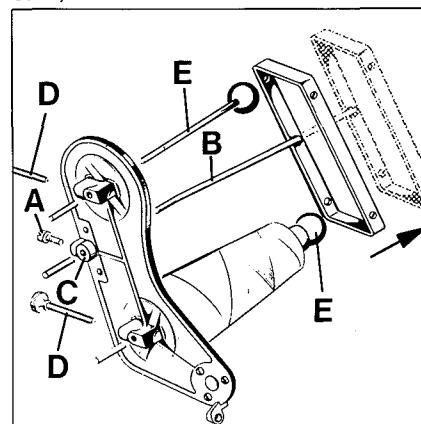

Fig.3
Loosen screw (A, Fig. 3) and set thread rod (B) so that its lower end is flush with the underside of thread cone support (C). Retighten screw (A).
Lösen Sie die Schraube (A, Fig.3) und stellen Sie die Fadenstange (B) so, daß ihr unteres Ende mit der Unterseite des Garnrollenträgers (C) bündig ist. Ziehen Sie die Schraube (A) wieder an.
Loosen thumb screw(s) (D, Fig.3) in the thread cone support, pull out the spool pin(s) (E) and remove the empty thread cone(s).
Lösen Sie die Rändelschraube(n) (D, Fig.3) im Garnrollenträger, ziehen Sie den (die Spulenstifte(e)) heraus und entfernen Sie die leere(n) Garnrolle(n).